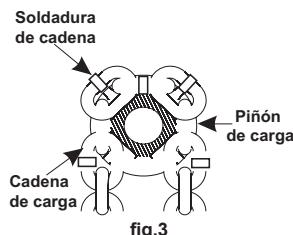

fig.3
5. Instale la cadena haciendo correr un trozo de alambre o cuerda entre el rodillo de guía de la cadena y el piñón de carga y luego sobre y alrededor del piñón de carga. Ate la cadena al alambre o al hilo y tire de él en el polipasto de modo que el primer eslabón quede sobre el borde en una de las ranuras del piñón de carga, con la soldadura alejada del piñón (ver fig.3). Accione el polipasto en la dirección hacia arriba, tirando alrededor de un pie de cadena alrededor del piñón y sacando el polipasto. Retire el pasador de la clavija del pasador del extremo suelto y deslice el pasador hacia un lado. Tire del extremo debajo del rodillo de guía de la cadena y enganche el último eslabón sobre el pasador del extremo flojo, asegurándose de que la cadena no esté torcida. Deslice el perno del extremo suelto de nuevo en su posición e instale el pasador de clavija a través de él.